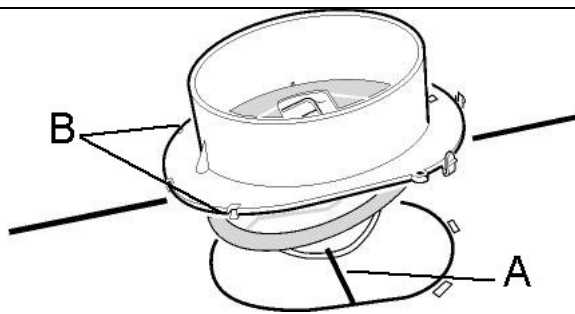

Fig. 2
Før hetten plasseres, må tilkoblingsstussen (som ligger inni hetten) monteres (jfr. fig. 2). Dette gjøres ved å plassere spjeldakslingen, A, under spjeldlokket, samtidig som festene, B i framkant på stussen kommer under platekanten. Stussen trykkes deretter på plass og festes vha. "snapp-låsene".
Före kåpan monteras, ska anslutningstosen (som ligger inuti huven) påmonteras (fig.2). Detta görs genom att montera tätningen, A, under spjälllokket, samtidigt som fästerna, B i framkant på stosen placeras under kanten. Stosen trycks därefter på plats och fästs vis snäpplåsen.
Montieren Sie das mitgelieferte Anschlußstück bevor sie die Dunstabzugshaube montieren (fig.2): Positionieren Sie die Achse der Klappe (A) unter den Deckel. Vergewissern Sie sich, daß die Fixpunkte (B) auf der Unterseite sind. Drücken Sie das Anschlußstück auf, bis die Fixpunkte eingerastet sind.
Mount the duct connector (provided) before installing the cookerhood (see fig. 2). This is done by positioning the damper axle, A, under the damper lid. Make sure that the fixing devices, B, are placed under the edge of the plate. Press the connector into position and fix by means of the snap locks.